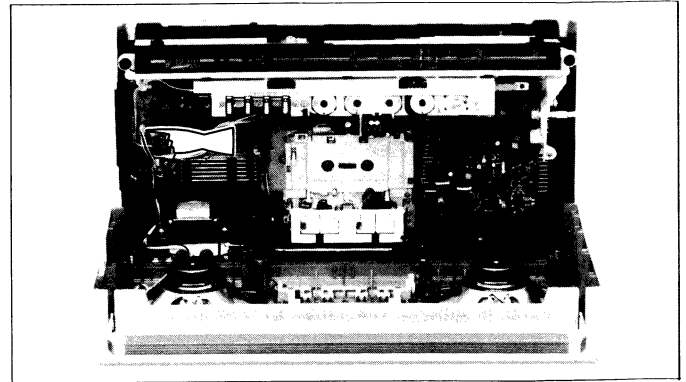

Figure 5-1 Abbildung 5-1
3. Remove the speaker socket from the front cabinet, then the front cabinet can separate from the rear cabinet. (See Fig. 5-1.)
3. Die Lautsprecherbuchsen dann vom Vordergehäuse entfernen, wodurch das Vordergehäuse gänzlich vom Rückgehäuse getrennt werden kann. (Siehe Abb. 5-1.)
3. Déposer la douille de haut parleur du coffret avant, puis le coffret avant peut être séparé du coffret arrière. (Voir la Fig. 5-1.)